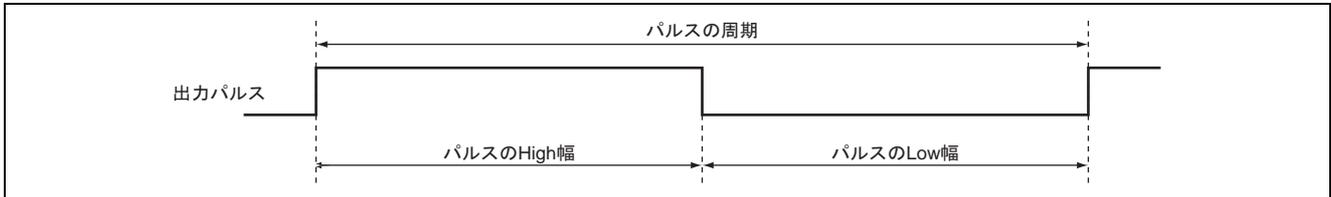

図 1 長周期パルス出力例
- (1) 図 1 に示すように 32 ビットカウンタ動作を行ない、パルスの High 幅を変化させデューティ変化できる長周期パルスを出力します。
- (2) デューティは 0%~100%まで、 $1/H'FFFF$ の分解能で設定できます。
- (3) 19.6608MHz 動作時、パルスの周期は 6.66ms から 218.23s まで 6.66ms 単位で設定可能です。